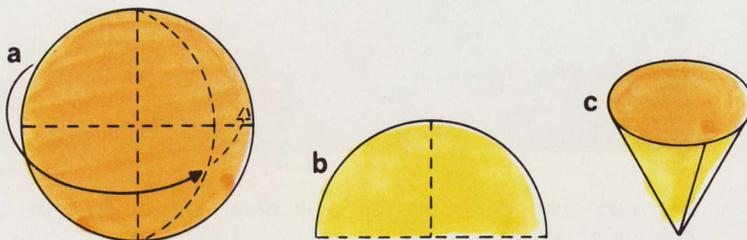

Abb. 78
- 11.4. Um das zu untersuchen, fülle das Becherglas zur Hälfte mit Wasser, gib einen Löffel Blumenerde dazu und rühre kräftig um. Es entsteht eine trübe Flüssigkeit, denn viele Teilchen bleiben in der Schwebelage und verunreinigen das Wasser. Um die Lösung zu filtrieren, stelle dir einen Filter her, indem du ein Rundfilterblatt zweimal faltest, so daß ein Viertelkreis entsteht. Öffne dann das gefaltete Papier so, daß drei Blätter zur einen und ein Blatt zur anderen Seite gelegt werden (Abb. 78). Nun paßt das Filterpapier in den Trichter; es schmiegt sich noch besser an, wenn du es mit etwas Wasser anfeuchtest.